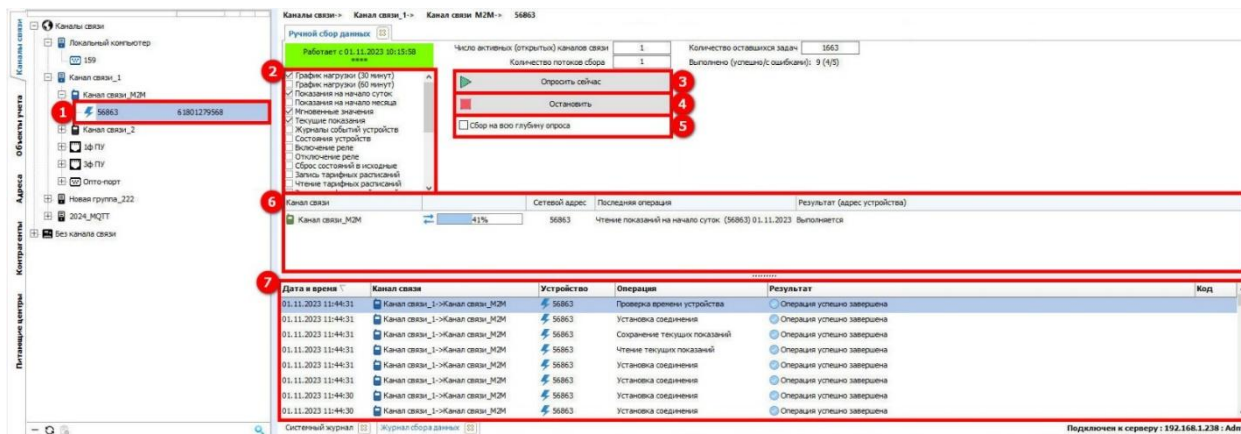

Рисунок 127 – Ручной сбор данных
Подраздел **Ручной сбор данных** меню **Данные** позволяет запустить внеплановое выполнение задач по сбору данных с выбранных устройств. Автоматически при открытии данного подраздела в нижней части окна программы будет открыт подраздел **Журнал сбора данных** (7) (см. рисунок 127). Подробнее о работе с **Журналом сбора данных** см. п. 4.2.13.